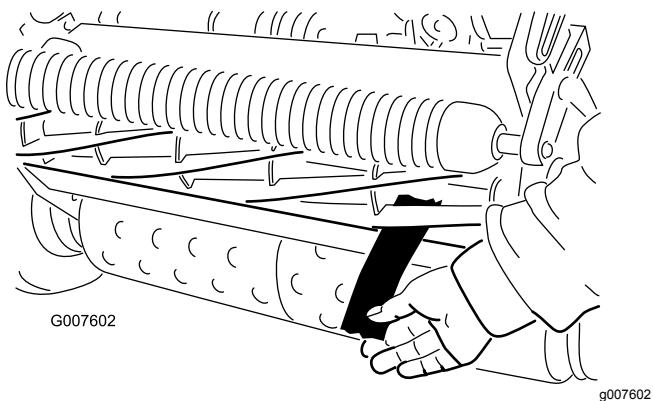

図 53
12. 切れ味確認用のペーパーを一枚、リールと下刃との間に、下刃に対して直角になるように差し入れて、カッティングユニットの切れ味をテストする図 53。ゆっくりとリールを回転させることで紙が切れれば合格である。